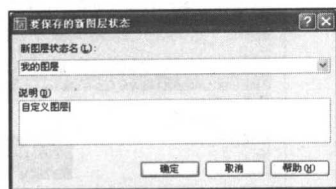

图 1-9 “要保存的新图层状态”对话框
(2) 单击对话框中的“新建”按钮，弹出如图 1-9 所示的“要保存的新图层状态”对话框。